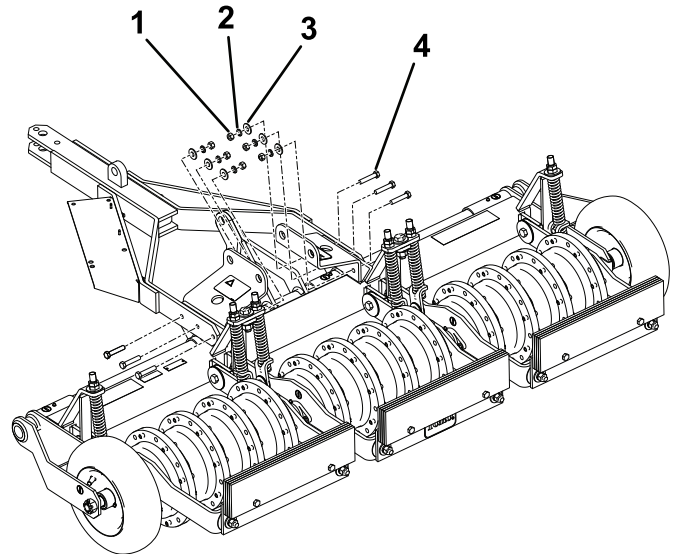

Figura 7
4. Sujete la barra de tracción y los soportes con las fijaciones, como se muestra en Figura 7, y apriete las tuercas a 54 – 74 N·m.